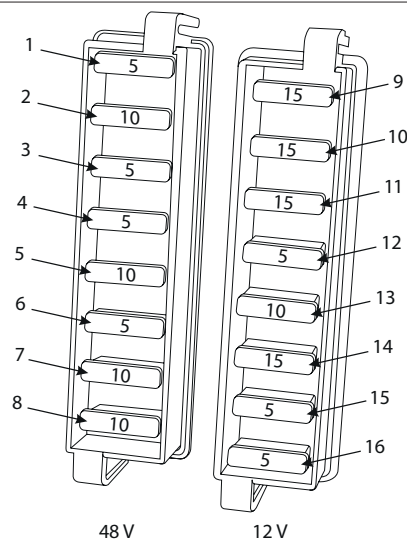

РИС. 49
- 1) Снимите крышку, расположенную с правой стороны машины (см. РИС. 49).